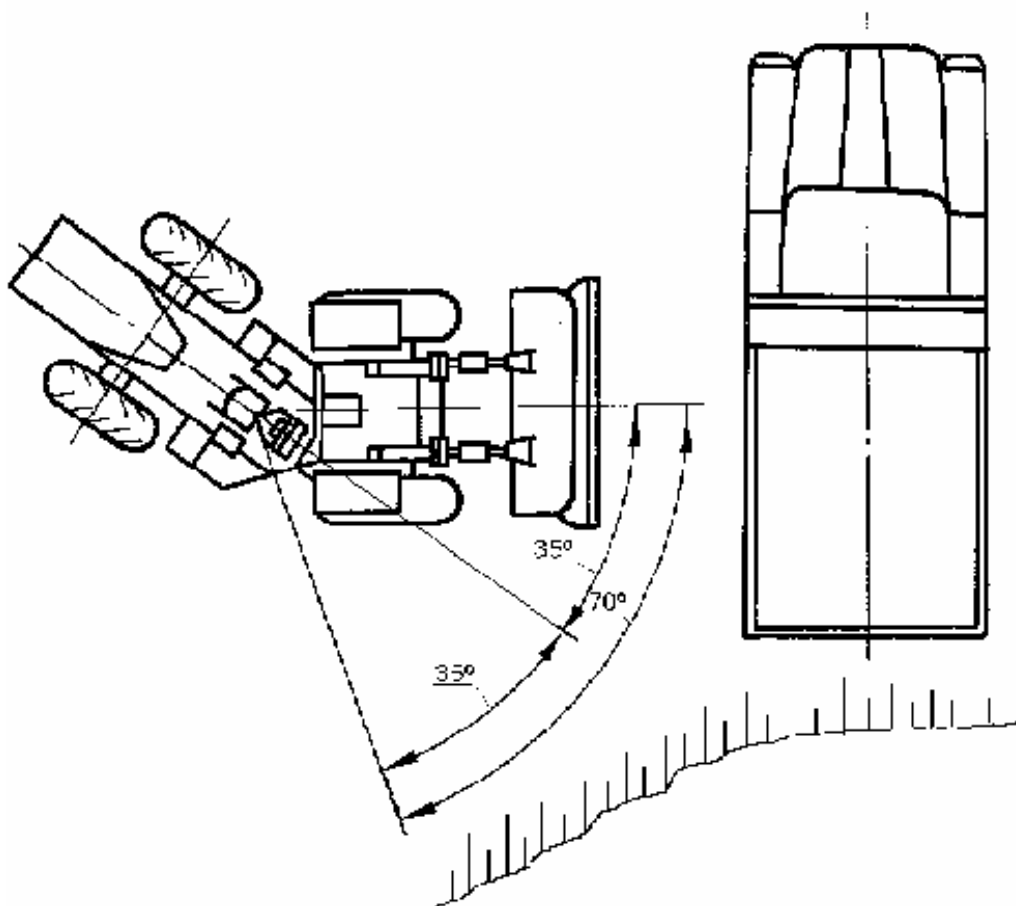

Рис. 12.1 – Схема поворота полурам при погрузке автомобиля-самосвала.
- разворот погрузчика на  $70-80^{\circ}$  при установке загружаемого автомобиля - самосвала под углом  $90^{\circ}$  к фронту работ (Рис. 12.1);